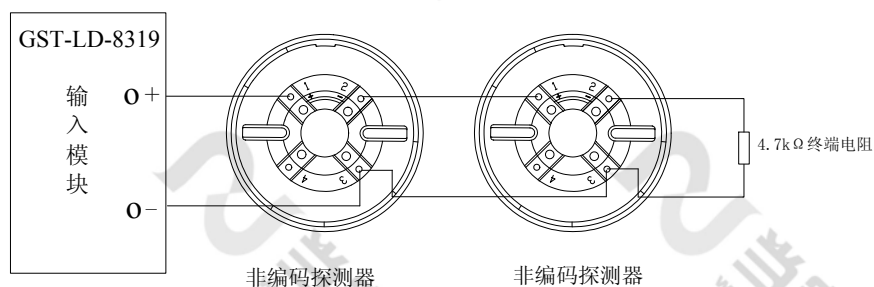

图 6 回路接终端电阻系统构成图
3. 若输出回路终端接终端电阻，则探测器的底座上不接二极管，系统构成图如图 6 所示。